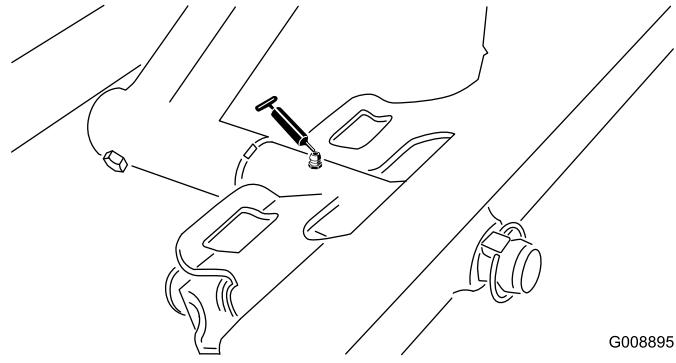

Figura 31
- Perno dell'apparato di taglio anteriore (Figura 31)